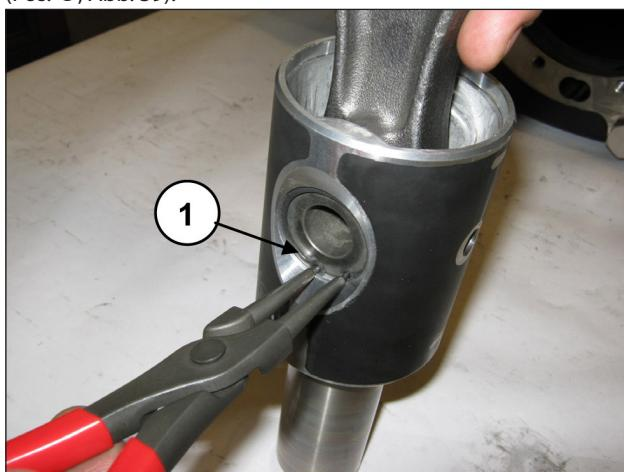

Abb. 39
Entfernen Sie die zwei Seegerringe zur Sicherung des Bolzens (Pos. ①, Abb. 39).
Setzen Sie die Pleuelstange in die Kolbenführung ein (Pos. ①, Abb. 41) und anschließend den Bolzen (Pos. ①, Abb. 40). Montieren Sie die zwei Seegerringe zur Sicherung (Pos. ①, Abb. 39).